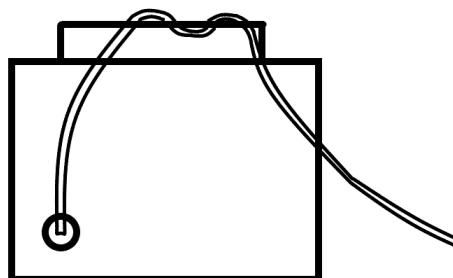

Bild 11
1. Linda kabeln runt handtaget 2-3 gånger. (Bild 11)